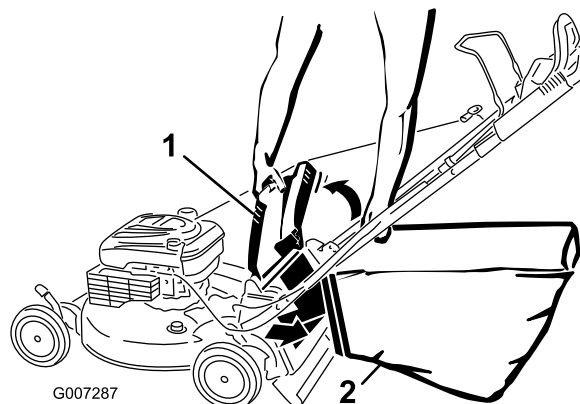

Рисунок 23
4. Навесьте верхний передний край травосборника и закрепите его в пазах (Рисунок 23).
4. Установите заднюю выпускную заглушку (рис. 23).